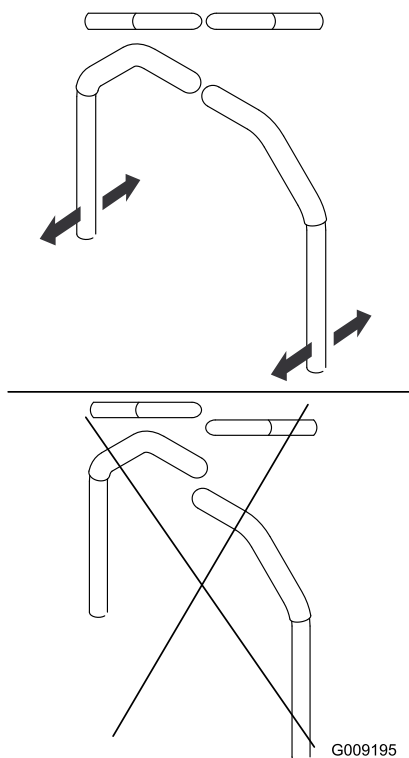

Figura 51
9. Alinee las palancas en el sentido adelante/atrás acercándolas a la posición de PUNTO MUERTO, y moviéndolas hasta que estén alineadas; luego apriete los pernos (Figura 51).